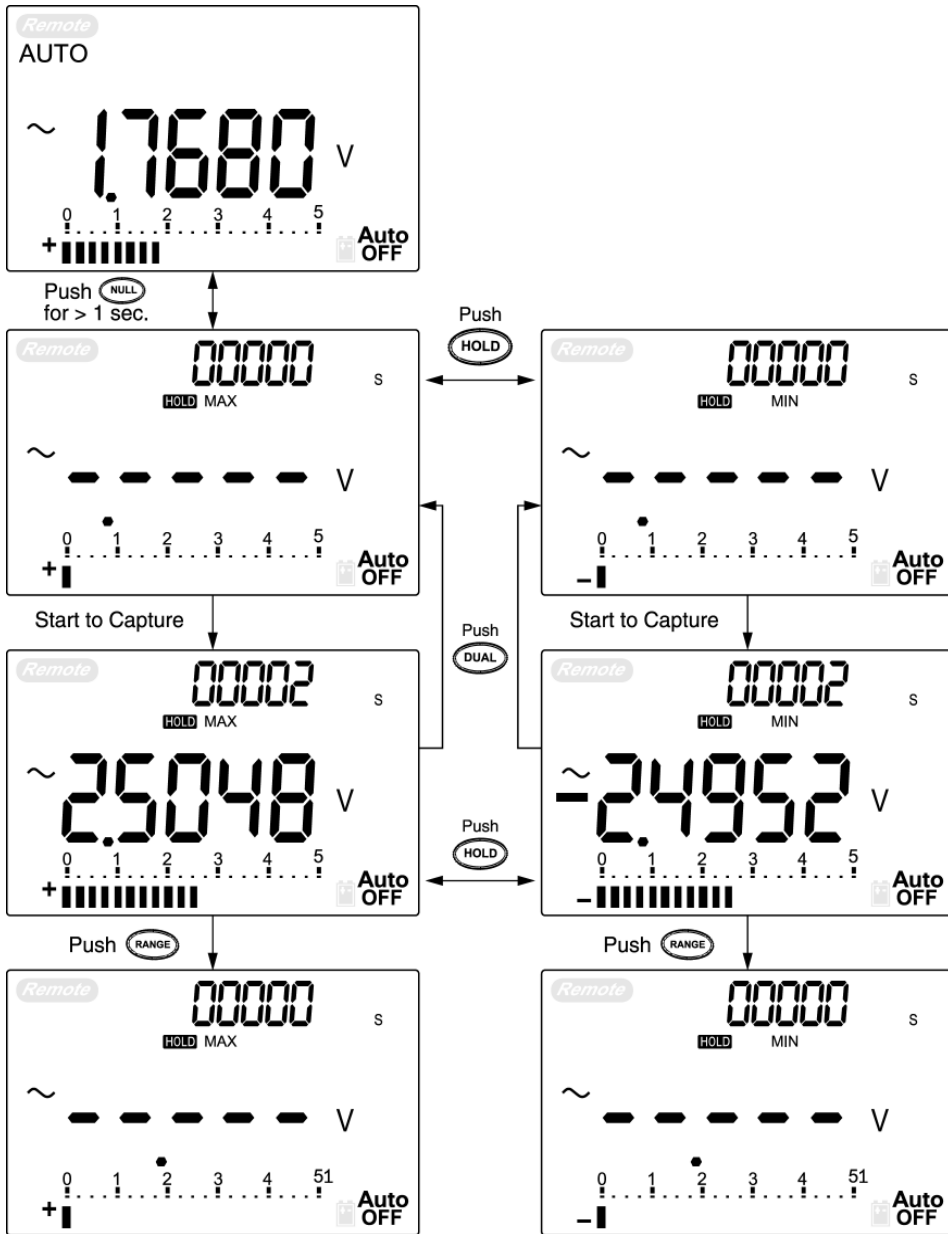

Abbildung 22 1-ms-Spitzenwert-Haltemodus
- 4 Gemäß den Messungen in **Abbildung 22** ist der Spitzenfaktor $2.5048/1.768 = 1.416$.